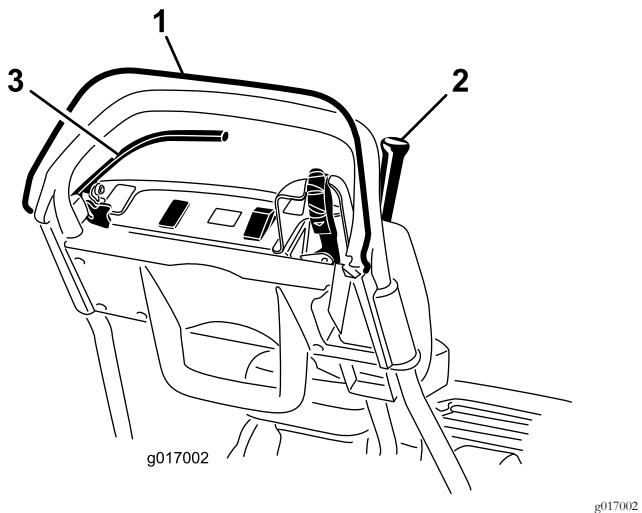

Figura 36
2. Tentate di innestare la leva della trazione con l'OPC rilasciato (Figura 36). La leva della trazione non deve innestarsi. Se la leva della trazione si innesta, il sistema di sicurezza deve essere revisionato. Rettificate il problema prima di utilizzare la macchina.
3. Tenete premuto l'OPC e la leva della trazione innestata per rilasciare l'OPC stesso (Figura 36). La leva della
4. Tenete premuto l'OPC e la leva del cambio spostata a sinistra per innestare il comando della trazione e trasmissione del cilindro e rilasciare l'OPC stesso (Figura 36). La leva della trazione deve disinnestarsi. Se la leva della trazione non si disinnesta, il sistema di sicurezza deve essere revisionato. Rettificate il problema prima di utilizzare il tosaerba; vedere Revisione del microinterruttore di sicurezza della trazione \(pagina 36\).